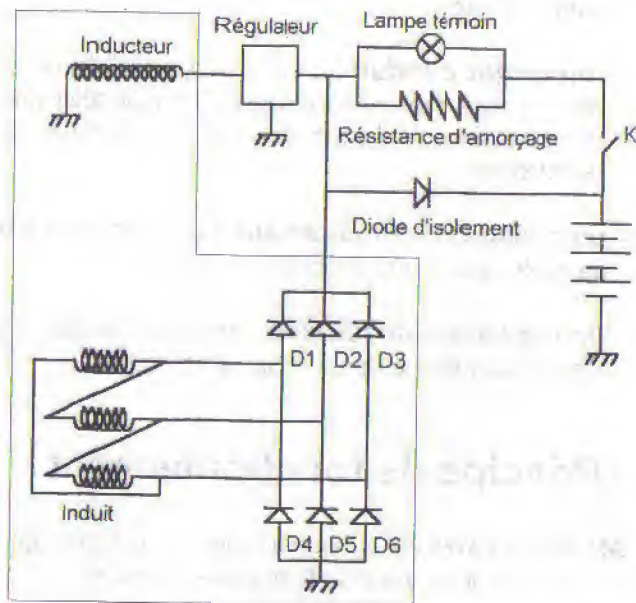

Fig. 2 : Synoptique d'un alternateur.
**Moteur à l'arrêt** : La diode d'isolement et l'interrupteur K déconnectent l'alternateur de la batterie (figure 2).